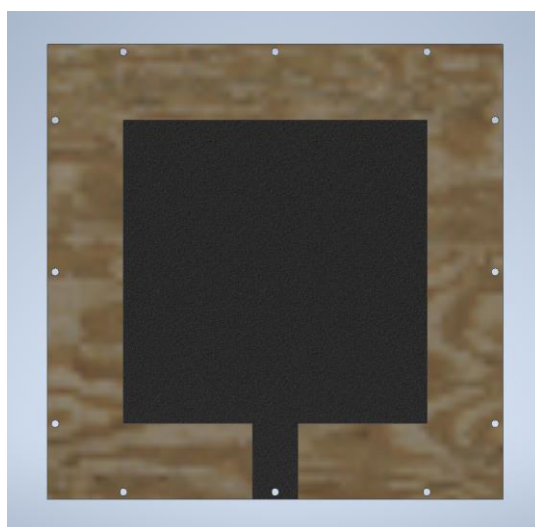

Рис. 1. Пример секции-модуля «Площадка».
1) Секций лабиринта. Секции изображены и нанесены на поверхность модулей-«плиток» 300x300 мм и могут быть размещены на стенде в различных комбинациях (Пример - Рис.1). Макет